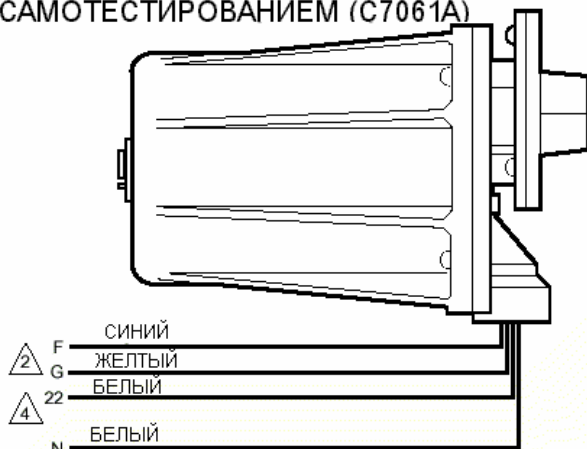

Рис. 12. Удаленный монтаж модуля дисплея с клавиатурой.
1 Если имеются соответствующие сертификаты, то модуль дисплея с клавиатурой может монтироваться с передней стороны двери панели или в другом удаленном месте Рис. 12.
a. Используйте кронштейн для удаленного монтажа как лекало. Отметьте место для четырех винтов и просверлите отверстия. Закрепите кронштейн для удаленного монтажа четырьмя винтами M3.5 x 0.6, см. Рис. 12.